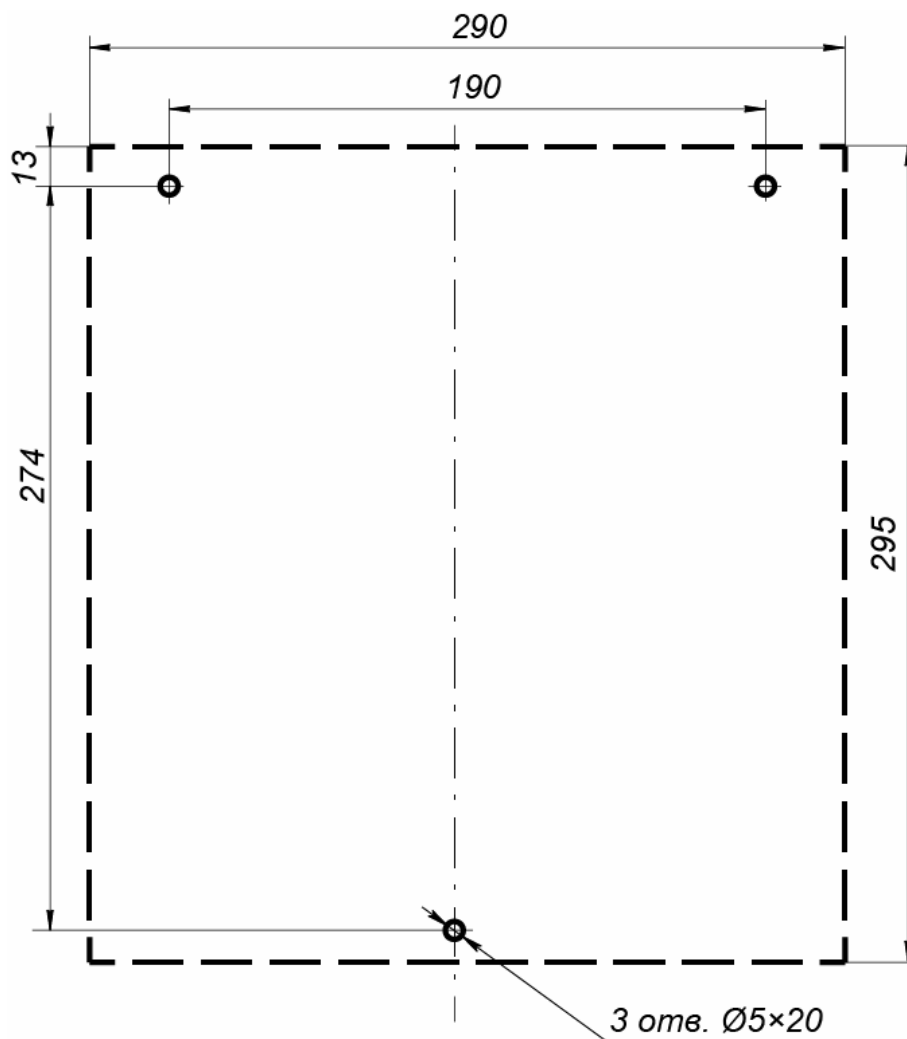

Рисунок 10. Разметка отверстий для установки БУ.
7. Извлеките из транспортировочного ящика створки (6). Установите заполнения створок (7) в держатели заполнения створок (15), выравнивая по высоте и соблюдая равномерность зазоров, и зафиксируйте их винтами держателей. Установите створки в патрубки (14) стойки поворотной (1). Через отверстия в патрубках (14) затяните винты крепления створок (6). Убедитесь, что все створки (6) надежно закреплены, заполнения створок (7) зафиксированы.
8. Проверьте свободное вращение стойки поворотной (1). Для этого разблокируйте стойку поворотную ключом замка механической разблокировки (5) (см. разд. 5.6). Стойка поворотная (1) со створками (6) должна поворачиваться рукой легко, без рывков и заклинивания. Усилие, приложенное на середине створки (6), не должно превышать 1,5 кгс. Усилие поворота створки можно измерить динамометром или бытовыми пружинными весами. После проверки заблокируйте стойку турникета ключом замка механической разблокировки (5).
10. Выполните на стене разметку отверстий для крепления БУ (8) в соответствии с рис. 10. Просверлите отверстия и установите в них пластмассовые дюбели. Вверните 2 верхних шурупа, повесьте на них БУ и обязательно зафиксируйте его нижним шурупом, который защитит его от случайного сдергивания. Установите БУ (8) так, чтобы обеспечивался удобный доступ к выключателям, предохранителям и обеспечивался обзор индикаторов (см. рис. 5). БУ должен располагаться на стене вертикально разъемами вниз, кабель сетевой (12) должен свободно доставать до розетки.